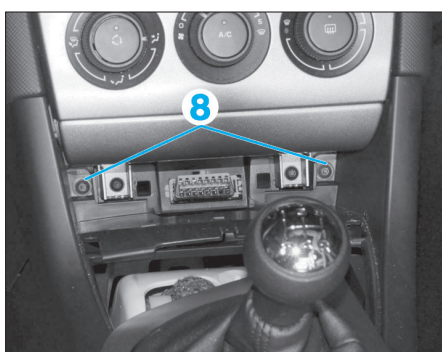

Fig. 4
- Déposer l'enjoliveur du soufflet du levier de vitesses (6).
- Déposer les vis (8) (Fig.4).